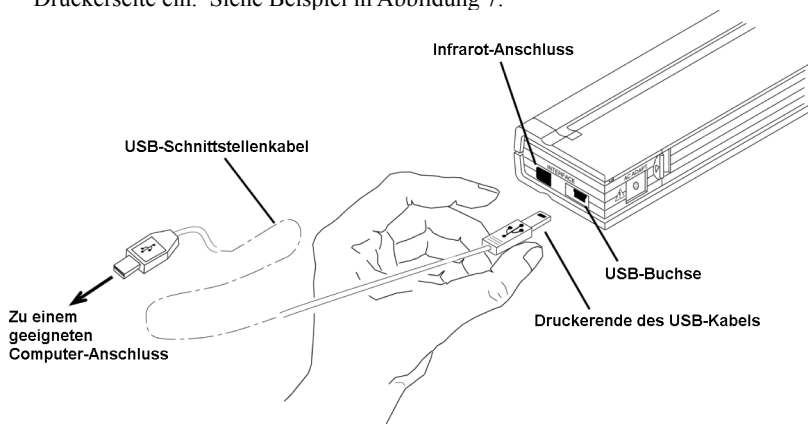

Abbildung 7. Verbinden des PocketJet mit Ihrem Computer
3. Stecken Sie das Druckerende des Kabels in die Schnittstellenbuchse an der Druckerseite ein. Siehe Beispiel in Abbildung 7.